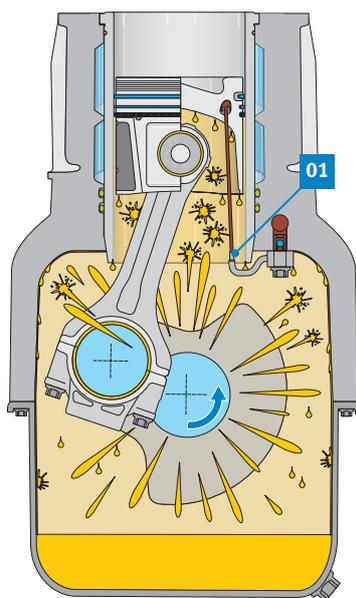

Fig. 2: Lubrificação direta e indireta de componentes com salpicos de óleo e óleo projetado
A Fig. 2 ilustra a situação de lubrificação de um motor a uma velocidade de rotação média. Graças à velocidade de rotação superior, há pressão de óleo suficiente para as válvulas dos bicos injetores de óleo abrirem e abastecerem os dutos de óleo de arrefecimento dos pistões com óleo fresco (01).